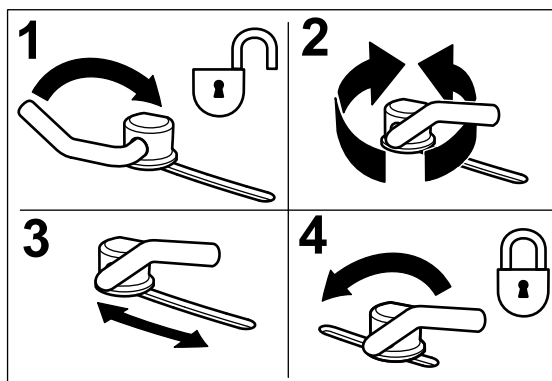

Figura 13
1. Per regolare i blocchi delle camme alzate la leva e allentate i blocchi (Figura 13).
3. Spostate la leva sopra per serrare il deflettore e i blocchi delle camme (Figura 13).